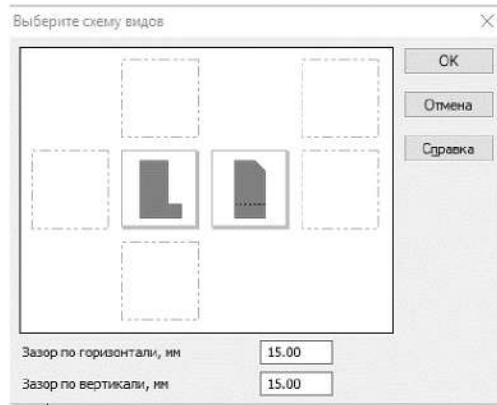

Рисунок 4.2. Выбор видов
1.1.4 Нажмите кнопку **Схема**  на Панели свойств. Откажитесь от создания вида **Сверху** и нажмите кнопку **OK** (рисунок 4.2).